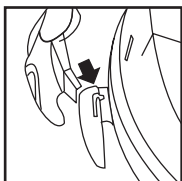

FIGURA 15
22. Presione las lengüetas del porta-herramientas dentro de las ranuras sobre las lengüetas de montaje sobre la parte posterior de la cubierta del depósito. **FIGURA 15.**